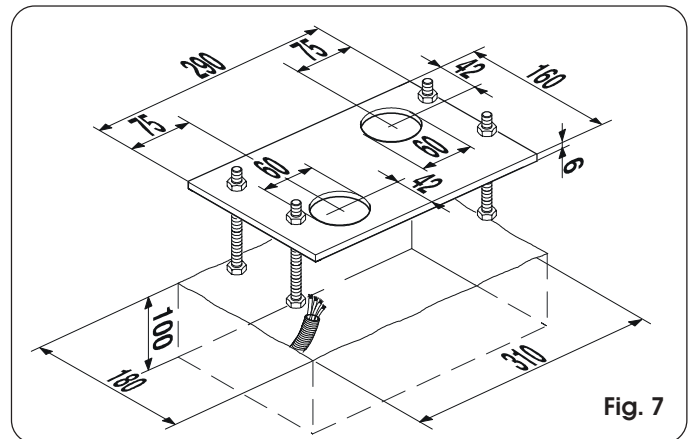

Fig. 7
- 3) Realice una zapata de cimentación como se indica en la Fig. 7 y cubra la placa de cimentación previendo una o varias vainas para el paso de los cables eléctricos. Compruebe la perfecta horizontalidad de la placa con un nivel de burbuja. Espere que fragüe el cemento.